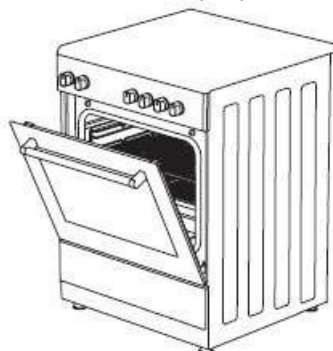

Figure 11
3. Placez le panneau de sécurité sous le panneau de commande en ouvrant le vitrage de la face avant du four. (figure 11)